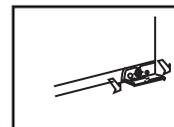

图1
- 1) 将洗衣程序处于停止位置，将洗衣机内残水排出。用手打开过滤器门 (如图1)；(注意：如果洗衣机内有热水请等热水冷却后进行)